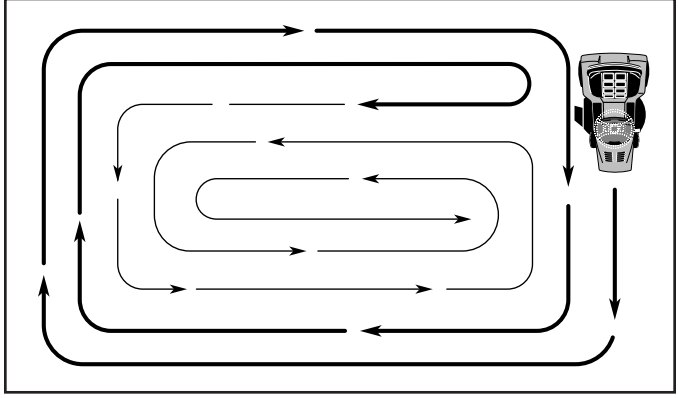

Fig. 14
- Pour tondeuse une grande surface, on vous conseille de commencer par tourner à droite, de façon à ce que l'herbe ne soit pas déversée sur les arbustes, les clôtures, les allées, etc. Après un ou deux tours, tondez en sens inverse en tournant à gauche jusqu'à ce que le travail soit achevé (Voir la Fig. 14).